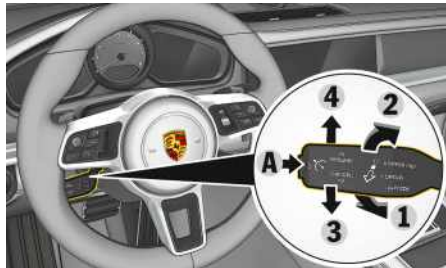

Fig. 169: Utilisation du régulateur de vitesse
- ▶ Poussez le levier de commande du volant vers l'avant (fig. 169) **1**.
- ▶ Pour augmenter la vitesse, poussez le levier de commande au volant vers l'avant. (fig. 169) **1**.
- ▶ Pour réduire la vitesse, tirez le levier de commande vers le volant. (fig. 169) **2**.
- ▶ Poussez le levier de commande vers le bas (fig. 169) **3**.
- ▶ Poussez le levier de commande vers le haut (fig. 169) **4**.